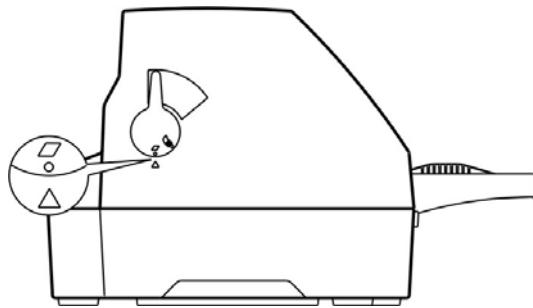

图 3-2 设定单页/连续纸进纸选择杆位置 (单页纸)
2. 将单页/连续纸进纸选择杆拨到单页纸位置。如图 3-2 所示，确保单页纸符号对准打印机外壳上的“△”标志。